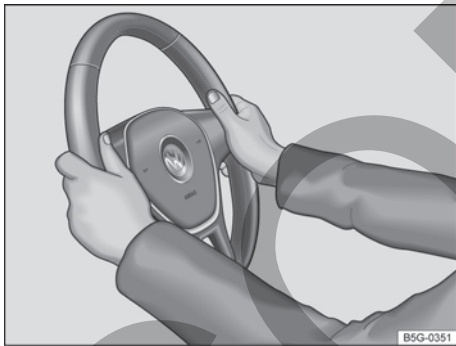

Fig. 56 En el volante: posición 9 y 3 horas.
- Ajustar la posición del volante de forma que pueda sostenerlo lateralmente por el borde exterior en la *posición equivalente a las 9 y a las 3 horas* → fig. 56 con ambas manos y los brazos ligeramente doblados.
- Durante la conducción, siempre sujete el volante con ambas manos lateralmente en el borde exterior en la *posición equivalente a las 9 y a las 3* → fig. 56, para reducir las lesiones provocadas por un disparo del airbag frontal del conductor.